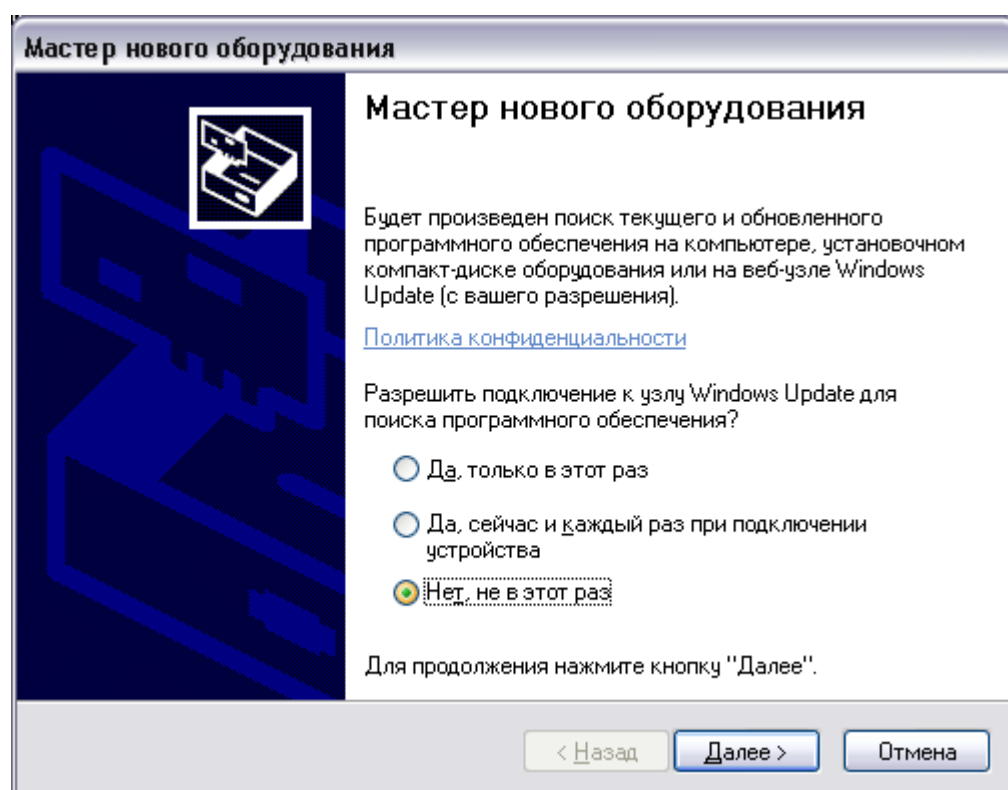

Рисунок 10.
5. В появившемся окне «Мастер нового оборудования» выбрать пункт «Нет, не в этот раз» (Рисунок 10) и нажать кнопку «Далее».